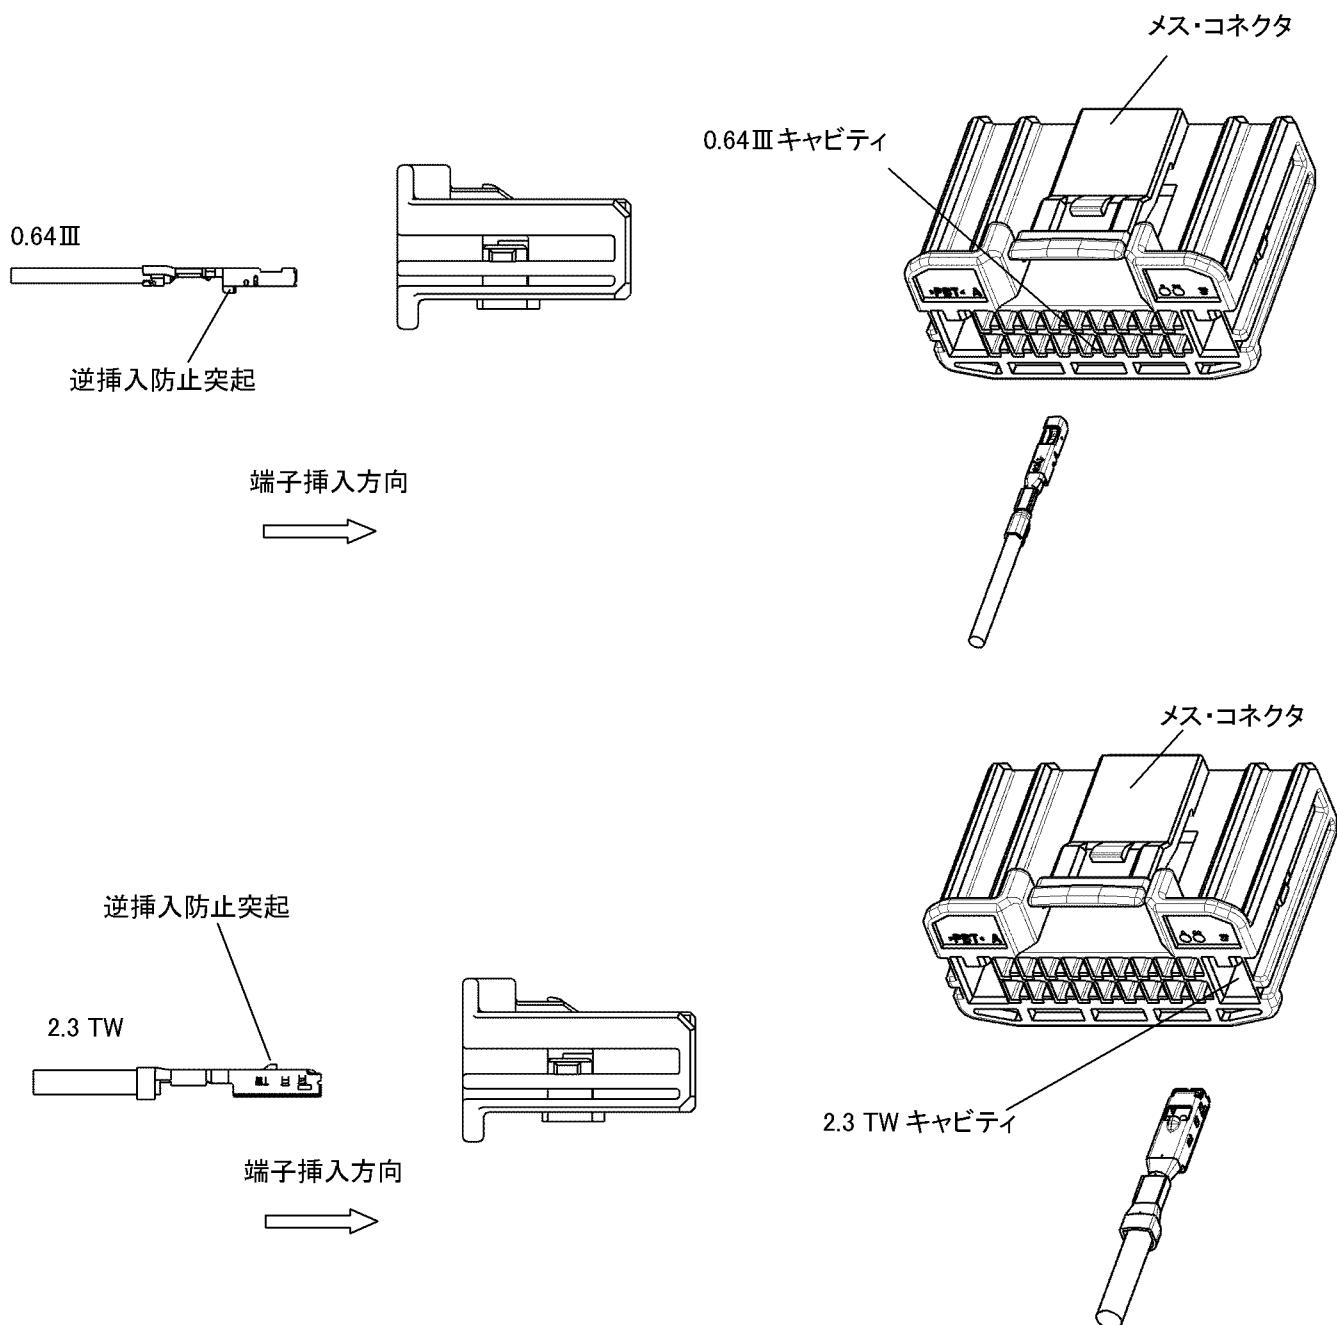

Fig.10
(3) 端子の方向性を逆挿入防止突起の向きで識別してください。Fig.10 のような向きで指定のキャビティ(端子が収納される穴)にロック音がするまで挿入し、それ以上挿入できないことを確認してください。
(4) 更に電線を 20N 以下で引張り、端子が抜けてこないことを確認して下さい。